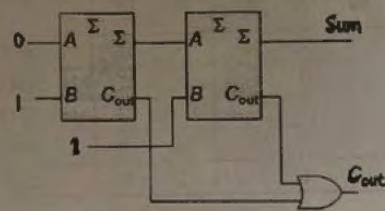

图 5
(2) 用 74LS138 实现逻辑函数: $F(A,B,C) = A\bar{B} + B\bar{C}$, 要求把输入变量 BAC 分配给 74LS138 的输入端 $A_2A_1A_0$ 。(6 分)
5. (10 分) (1) 由半加器构成的电路如图 5 所示, 说明这是一个什么电路, 并分析当输入 $A_1=0, B_1=1, B_2=1$ 时, 输出 Sum 及 Cout 分别为多少? (4 分)